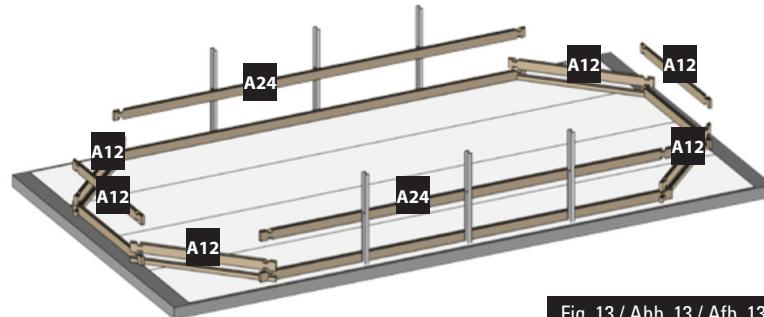

Fig. 13 / Abb. 13 / Afb. 13
**EN 2nd LAYER OF BOARDS:** • Install the second layer of boards as shown in figure 13. • There is a wooden wedge in the structure packet to correctly assemble the boards. • Never directly hit against the boards. You would damage the pegs and would weaken the structure. Do not hit them with anything metallic. This would inevitably damage the wood. • Try to correctly assemble the boards right from the start. There should not be any space between each layer of boards to avoid maladjustment of the higher boards.
**FR 2ÈME RANGÉE DE MADRIERS :** • Positionnez les madriers de la deuxième rangée conformément à la figure 13. • De manière à emboîter correctement les madriers, une cale en bois est à votre disposition dans le colis de structure. • Ne pas taper directement sur les madriers. Cela abîmerait les languettes et nuirait à la solidité de la structure. • Ne pas frapper avec une pièce métallique. Cela détériorerait le madrier irrémédiablement. • Veillez à emboîter bien à fond les madriers dès le départ. Il ne doit pas y avoir d'espace entre chaque rangée pour éviter un décalage au niveau des madriers supérieurs.
**DE 2. BRETTERREIHE:** • Platzieren Sie die Bretter der zweiten Reihe laut Abb. 13. • Um die Bretter richtig anbringen zu können, finden Sie einen Holzkeil im Paket des Tragwerks. • Nicht direkt auf die Bretter klopfen. Das würde die Zapfen und die Festigkeit des Tragwerks beschädigen. • Nicht mit einem Metallteil darauf klopfen. Es würde das Holz unabänderlich beschädigen. • Versuchen Sie, die Bretter von Anfang an tiefgehend ineinander zu fügen. Zwischen den Reihen darf kein Platz sein, um eine Fehlanpassung der oberen Bretter zu vermeiden.
**NL 2ª RIJ PLANKEN:** • Plaats de planken van de tweede rij zoals aangegeven op afbeelding 13. • Om de planken correct te assembleren, zit er een houten wig in het pakket van het frame. • Sla niet direct op de planken. Daardoor gaan het profiel kapot en wordt de stevigheid van het frame ondermijnd. • Sla er niet direct op met metaal. Hierdoor raakt het hout onherstelbaar beschadigd. • Zorg ervoor dat de planken vanaf het begin stevig op elkaar aansluiten. Er mag geen ruimte tussen de rijen overblijven, om te voorkomen dat de bovenste houtdelen onregelmatig uitkomen.